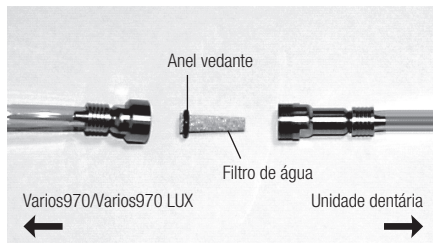

Fig. 43
- 3) Quando a caixa do Filtro de água é separada, o Filtro de água pode ser removido, conforme mostrado em Fig. 43.